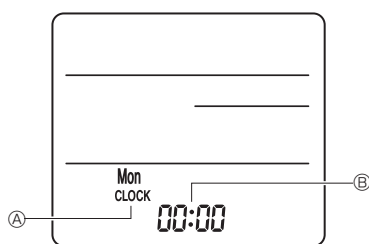

Fig. 7-10
3) Indstilling (indstilling af ur) (Fig. 7-10)